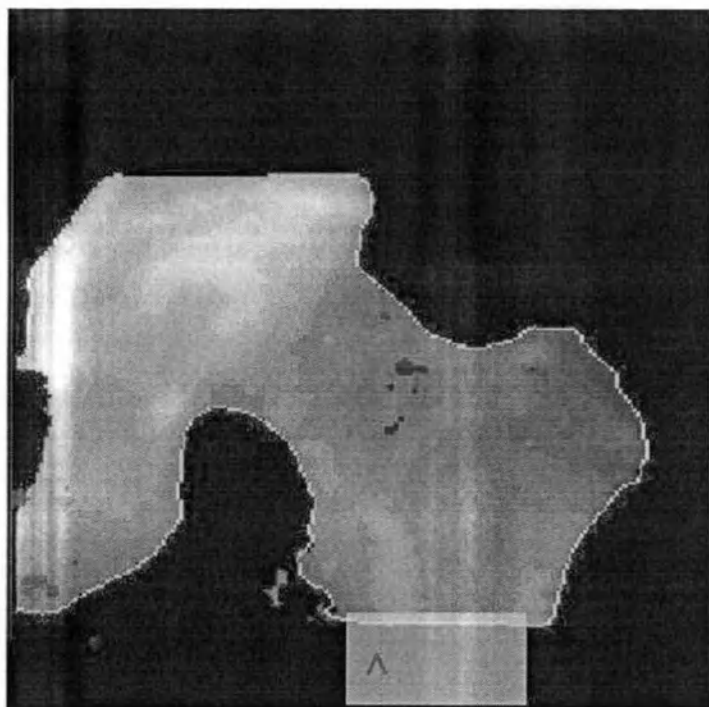

Рис. 13 Пример измерения для бедра
- (11) Чтобы обозначить нужную позицию сканирования, на экране Измерение показывается значок «^». Для бедра рекомендованная позиция находится на $\frac{1}{4}$ кости. См. рис. 13.